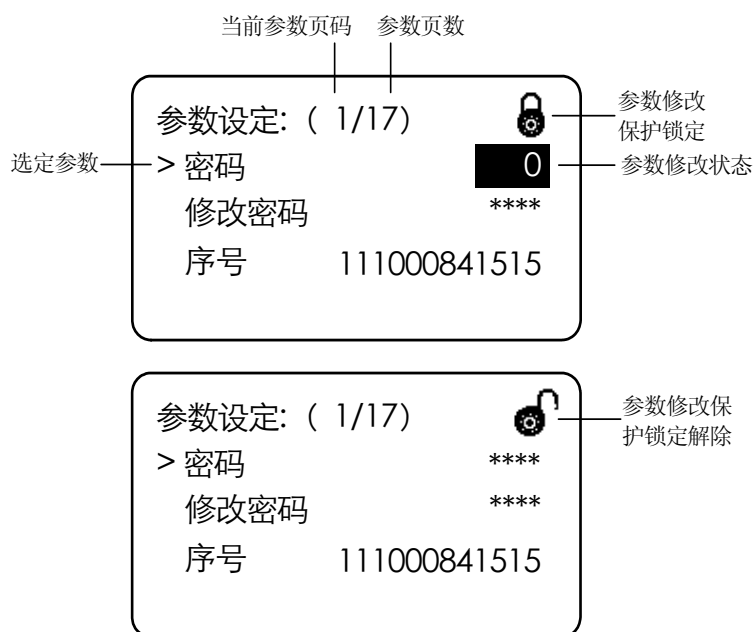

图 2-9
- 选定**密码**参数，按**复位键**进入密码输入状态，如图 2-9 所示